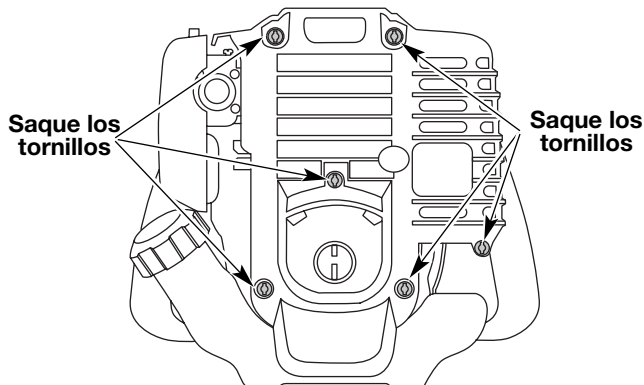

Fig. 34
6. Quite los dos (6) Tornillos de encima de la tapa del motor con un destornillador de pala o Torx #25 (Fig. 34).
9. Saque la cubierta del motor (Fig. 34).